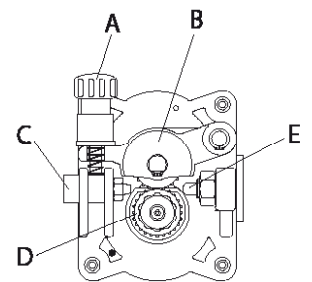

FIG. 6
- Ослабьте и освободите регулировочный винт (А) (FIG. 6). Поднимите прижимной ролик (В) подающего механизма. Извлеките сварочную проволоку из канала горелки (Е).
- Освободите конец сварочной проволоки на катушке, возьмите его плоскогубцами для недопущения разматывания проволоки. Выпрямите конец сварочной проволоки, закруглите напильником. Заправьте сварочную проволоку в подающий механизм, пропустив через входную втулку (С), нижний ролик (D) и заправьте ее в канал горелки (Е).
- Открывают боковую панель аппарата. Ослабьте и освободите регулировочный винт (А) и поднимите прижимной ролик (В) (FIG. 6). Перекусите сварочную проволоку (в случае, если она установлена), предварительно зафиксировав ее от разматывания на катушке, затем закрепите конец проволоке на подходящем отверстии. Удалите токосъемный наконечник и сопло горелки. Вытащите остаток проволоки плоскогубцами из горелки.